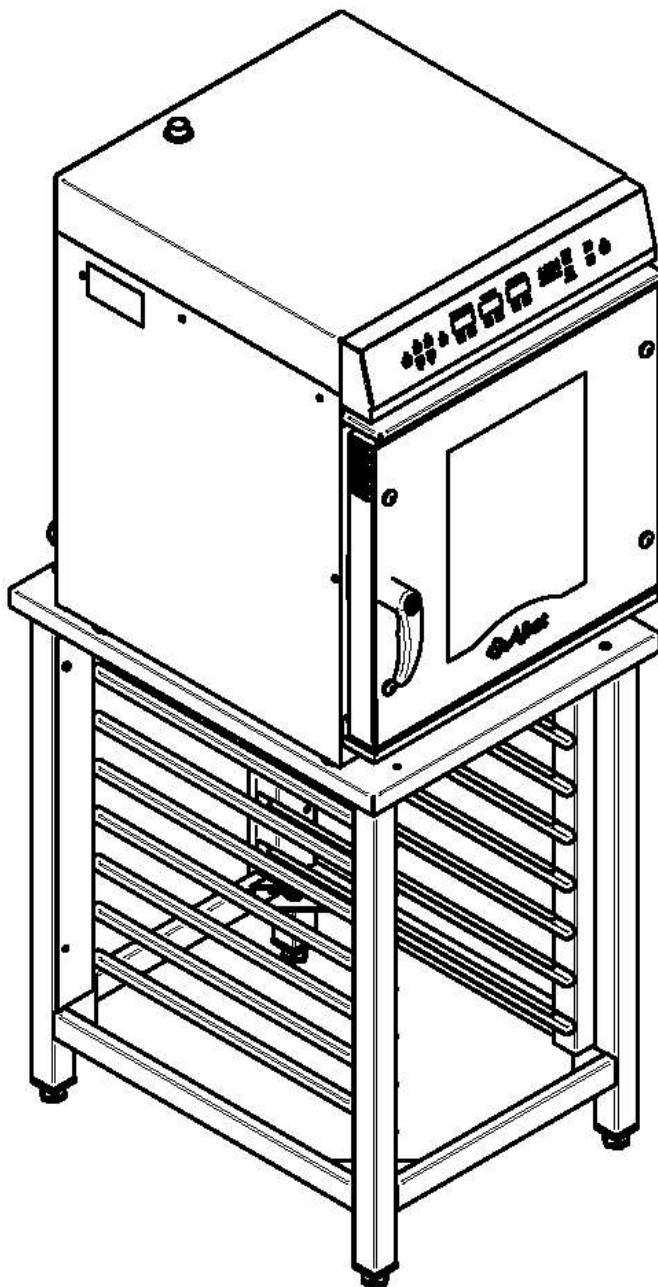

Рис. 4. PKA6-1/2B установленный на подставке ПК8-02.
- установить пароконвектомат на стол, подставку (рис.4) ПК8-02 (завод изготовитель АО «Чувашторгтехника» г. Чебоксары, код для заказа 110000009828.